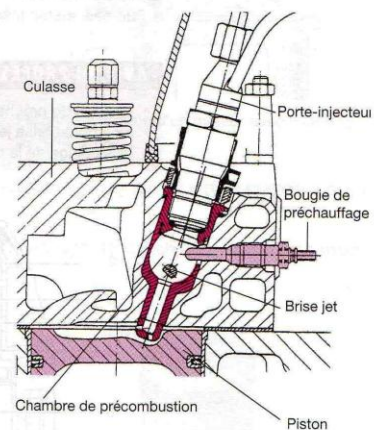

Figure 4.1. Moteur diesel à chambre de précombustion et bougie de chauffe rapide « crayon » (Doc. Mercedes-Benz)
Elle communique avec le haut du cylindre par un ou plusieurs orifices de passage restreint, et représente entre 20 et 30 % du volume de compression. Une « boule brise jet » est placée en travers de la préchambre, pour « éclater » le jet d'injecteur et favoriser le début de combustion (fig. 4.1 et 4.2).
- La « boule brise jet » (fig. 4.1 et 4.2) à l'intérieur de la préchambre est très sensible à un mauvais calage de la pompe d'injection (destruction dès que le point d'avance est trop fort).